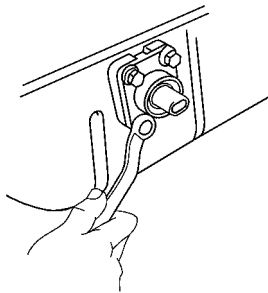

图 1-80 旋下 4 个螺栓拆下机油液面传感器和垫片
1) 旋下 4 个螺栓, 如图 1-80 所示, 拆下机油液面传感器和垫片。